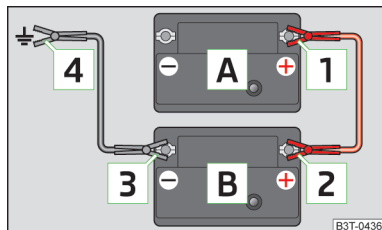

Fig. 115
- Conecte el borne **1** al polo positivo de la batería descargada **A** » fig. 115.